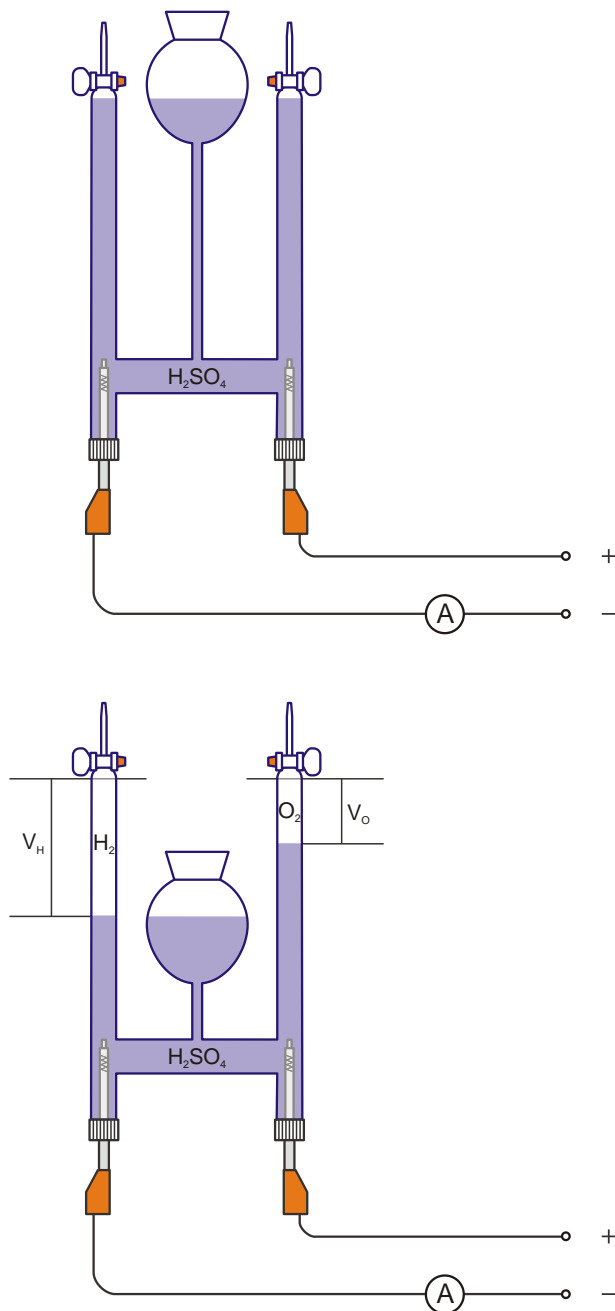

Fig. 2: Representação esquemática da disposição de medição no início da medição (em cima) e no final da medição (em baixo).
- Colocar o ácido sulfúrico do bquer cuidadosamente no recipiente de nível. Para tanto, introduzir o bico do bquer um pouco na abertura do recipiente de nível. Reduzir a altura do recipiente de nível pouco a pouco, até que os tubos coletores de gás estejam completamente cheios. A altura do recipiente de nível, ao final do processo de enchimento, deve ser tal que o nível de líquido no recipiente de nível e nos dois tubos coletores de gás esteja, primeiramente, na mesma altura e, segundo, na altura das torneiras (Fig. 2 em cima).
- Conectar o polo negativo da fonte de alimentação DC no eletrodo do tubo coletor de gás esquerdo e conectar o multímetro digital no meio em série para medição da corrente (Fig. 2 em cima). Conectar o polo positivo da fonte de alimentação DC no eletrodo do tubo coletor de gás direito.
- Observar a formação de gás no tubo coletor de gás H_2 (polo negativo) do aparelho de eletrólise da água e levar o recipiente de nível para baixo, de forma que o nível de líquido no recipiente de nível e no tubo coletor de gás H_2 permaneçam na mesma altura (Fig. 2 em baixo).